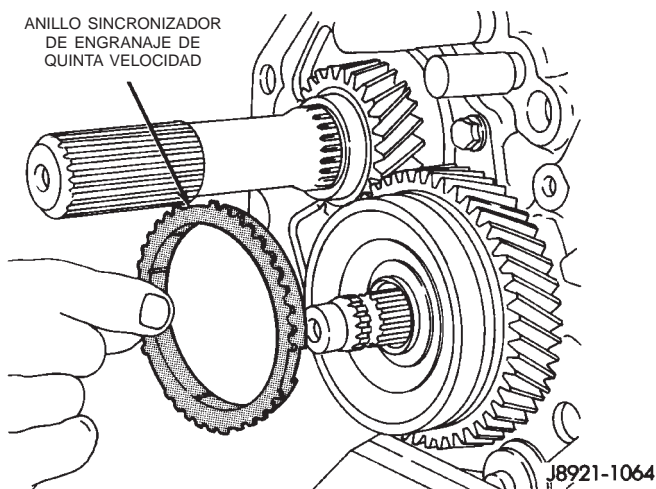

Fig. 99 Instalación de anillo sincronizador de engranaje de quinta velocidad
(30) Instale el anillo sincronizador del engranaje de quinta velocidad (Fig. 99).